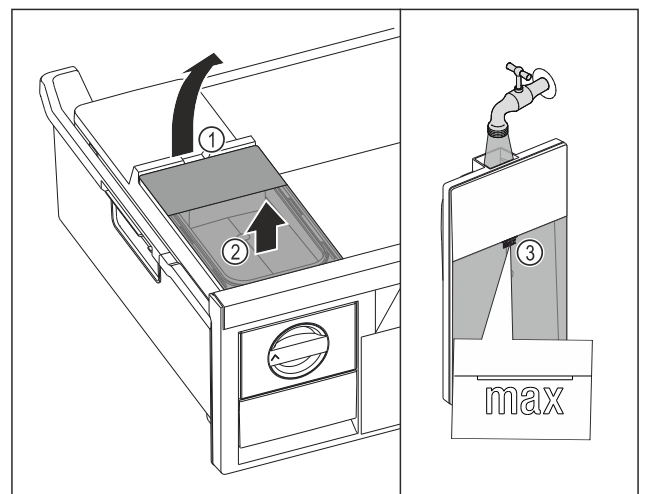

Fig. 91
- Soulever le réservoir d'eau par l'encoche Fig. 91 (1).
- ▶ Retirer le réservoir d'eau par le haut. Fig. 91 (2)
- ▶ Remplir le réservoir d'eau potable jusqu'au repère Fig. 91 (3).